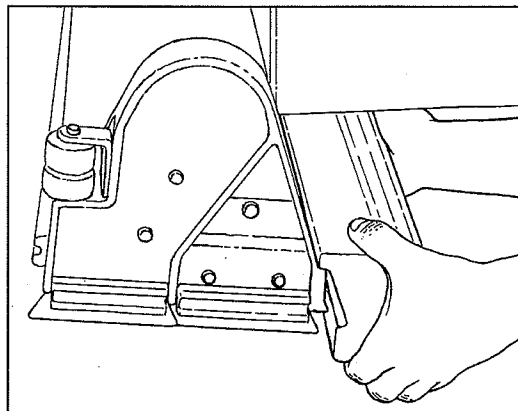

Figure 35
7. Sur les machines avec une tête de brossage cylindrique, le bac à débris devra peut-être être vidé régulièrement pour empêcher un débordement. Pour retirer le bac à débris de la machine, respectez la procédure suivante (Voir Figure 35).